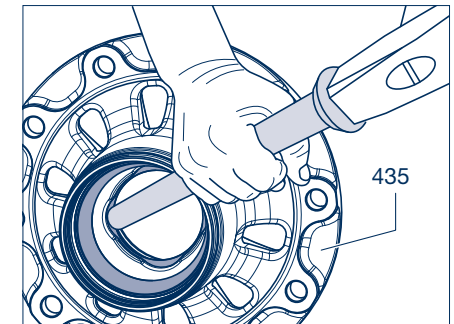

Рисунок 11
[43] Надеть на резьбовую заглушку (335) новое кольцо круглого сечения (336) до упора (стрелка, см. рис. 11 на стр. 51).